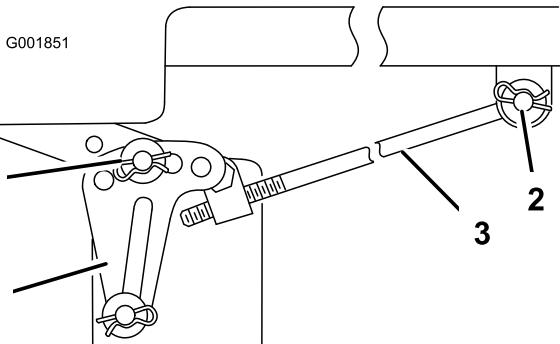

Bild 58
**Hinweis:** Merken Sie sich vor dem Entfernen des Mähwerks, welche Löcher in den Nivellierhalterungen verwendet werden (Bild 58).
5. Entfernen Sie den Splint und die Scheibe von der Einstellstange (Bild 58) an jeder Seite des Mähwerks.
6. Entfernen Sie den Splint und die Scheibe von den Mähwerk-Nivellierhalterungen (Bild 58). Merken Sie sich das Loch, in dem die Nivellierhalterung befestigt ist, für den Wiederzusammenbau. Schieben Sie die Bügel vom Montagestift herunter.
6. Befestigen Sie die Einstellstange an jeder Seite des Mähwerks mit der Scheibe und dem Splint an der Maschine (Bild 58).
7. Schieben Sie die Nivellierhalterungen auf die Befestigungsstifte und befestigen Sie die Halterungen mit den Scheiben und Splints ab (Bild 58).